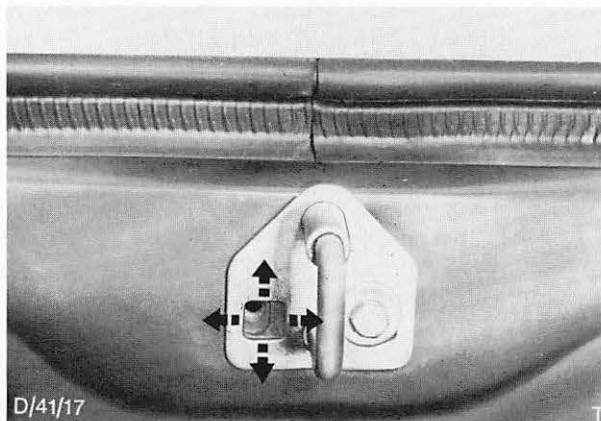

Abb. 66 Schließbügel – Kofferraumdeckel
- Schließbügel ansetzen und mit 2 Schrauben leicht befestigen. Schließbügelplatte zur markierten Einbaulage ausrichten und Schrauben festziehen. Abb. 66.